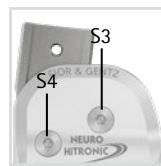

fig. 27
- 5 Montez la plaque supérieure et vissez la première vis à tête fraisée (vis axiale, S3 ; fig. 27).
- 6 Vissez la deuxième vis à tête fraisée (S4 ; fig. 27).
- 1 Desserrez à nouveau les vis de la plaque supérieure (fig. 27) après en avoir vérifié la bonne mobilité et retirez-les de la plaque supérieure.